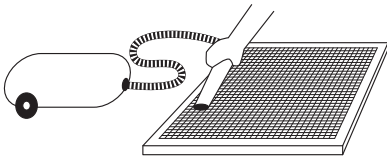

Рис. 20
- При чистке фильтра пылесосом держите его загрязненной поверхностью вверх (рис. 20).